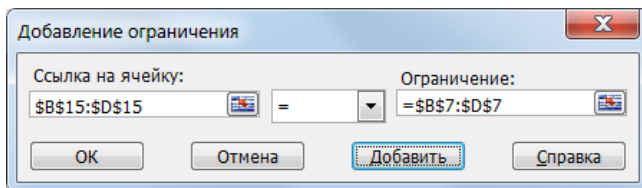

Рис. 4. Добавление ограничения «Доставка – Спрос»
3. Нажмите кнопку **<Добавить>** для ввода ограничений модели в область **Ограничения**:. Откроется окно диалога **Добавление ограничения** (рис. 4):